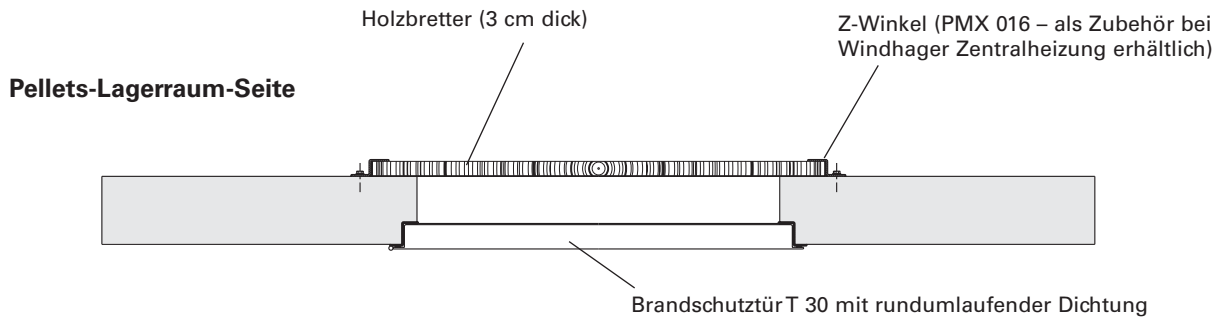

Abb. 5 Lagerraumtür – Draufsicht
- Als Druckentlastung der Tür, damit die Pellets nicht gegen die Tür drücken, müssen **Holzplatten** in seitliche Profile (Z-Winkel – PMX 016) an der Innenseite der Türöffnung bis ganz nach oben angebracht werden – Abb. 5.